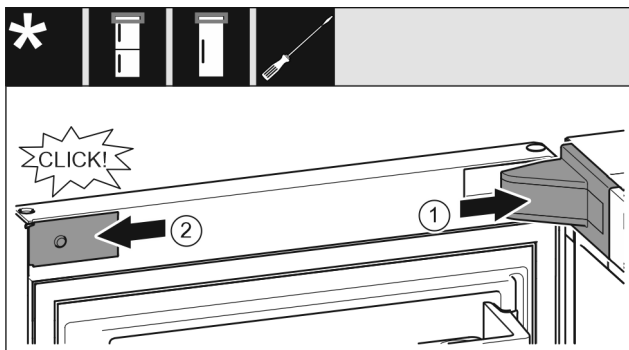

Fig. 23
- ▶ Lagerbokafdekking Fig. 23 (1) plaatsen en vastklikken, evt. voorzichtig uit elkaar drukken.
- ▶ Panelen Fig. 23 (2) aan de zijkanten plaatsen en vastklikken.